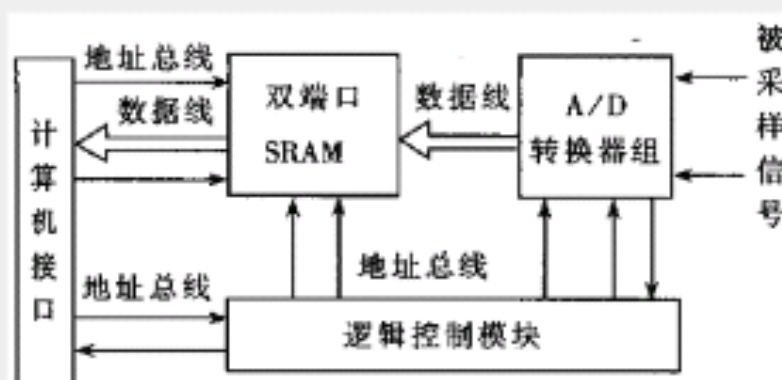

图9 数据采集系统基本组成框图
46. 系统基本组成原理如图 9。主要有双端口 RAM、逻辑控制模块 A/D 转换器组、计算机接口。机通过接口启动逻辑控制模块后 CPU 资源向其他请求开放，逻辑控制模块发控制信号启动 A/D 转换器并进行采样，并将转换结果存入双端口 RAM。当 RAM 中的数据达到一定数量时，逻辑控制模块向计算机发出中断请求。主机接到请求后进入中断服务程序，向逻辑控制模块发出命令，决定是否继续采样，并将 RAM 内的数据读入内存。